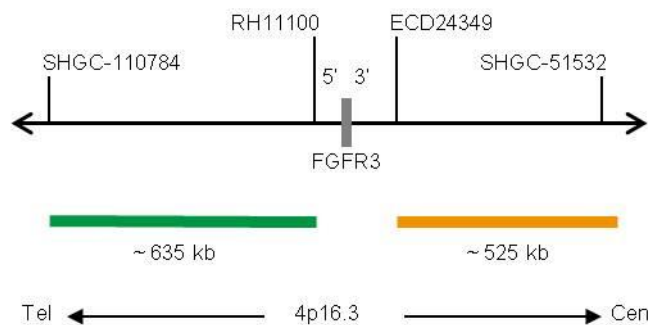

Fig. 1: SPEC FGFR3 Mapa da sonda (sem escala)
- Polinucleótidos (~10 ng/μl) com marcação ZyGreen (excitação 503 nm/emissão 528 nm), dirigidos ao mapeamento de sequências alvo em 4p16.3* (chr4:1,093,149-1,729,455) distais ao ponto de quebra do gene FGFR3 (ver Fig. 1).
- Polinucleótidos (~4.5 ng/μl) com marcação ZyOrange (excitação 547 nm/emissão 572 nm), dirigidos ao mapeamento de sequências alvo em 4p16.3* (chr4:1,922,997-2,446,931) proximais ao ponto de quebra do gene FGFR3 (ver Fig. 1).